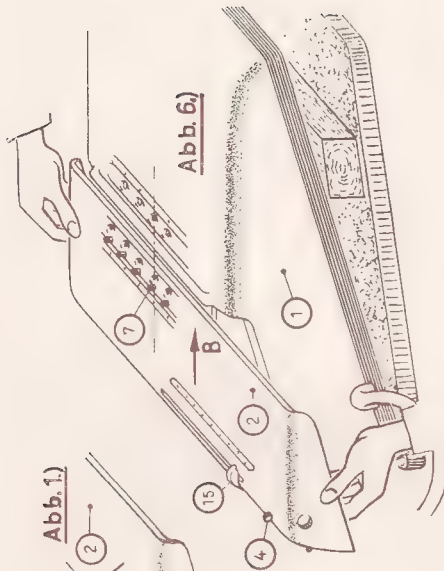

Abb. 1.)
1. Abnehmen des Schlittens (Abb. 1).